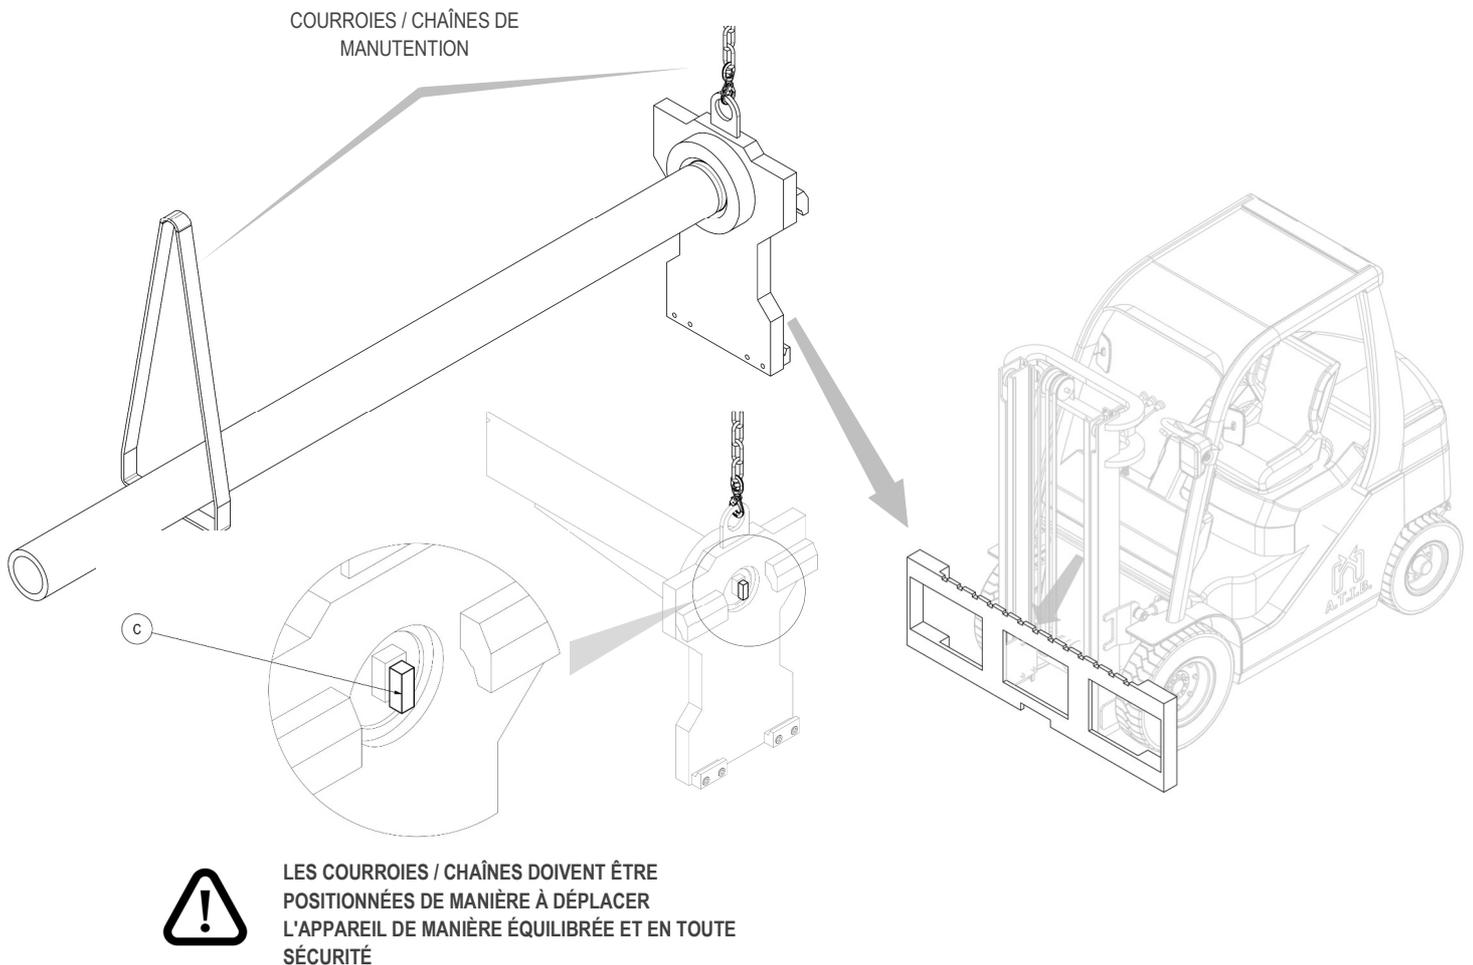

Figure 3
5. Accrocher l'équipement avec un pont roulant ou un palan d'une portée suffisante et le placer sur le tablier porte-fourches, en prenant soin d'encaster la dent de centrage **C** dans l'encoche centrale de celle-ci (voir Figure 3).